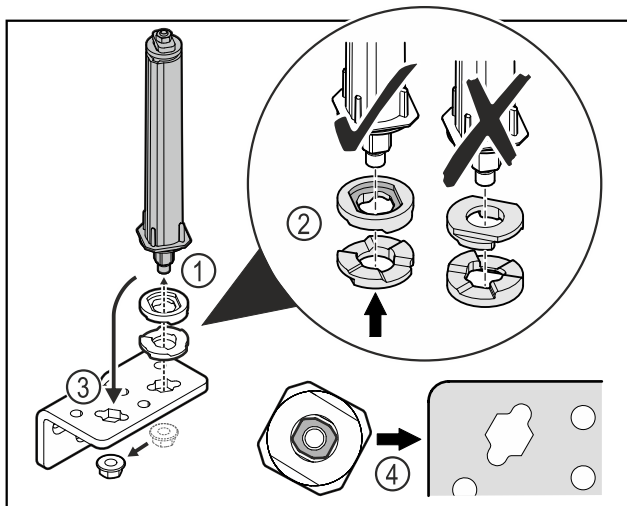

Fig. 27
- Odkręcić nakrętkę i wyjąć system blokujący drzwi Fig. 27 (1).
- Zwracać uwagę na prawidłowe ustawienie podkładek do regulacji wysokości Fig. 27 (2).
- Przełożyć system blokujący drzwi w zawiasie i zamocować nakrętką Fig. 27 (3).
- Przy wkładaniu zwracać uwagę na prawidłowe ustawienie systemu blokującego drzwi Fig. 27 (4).